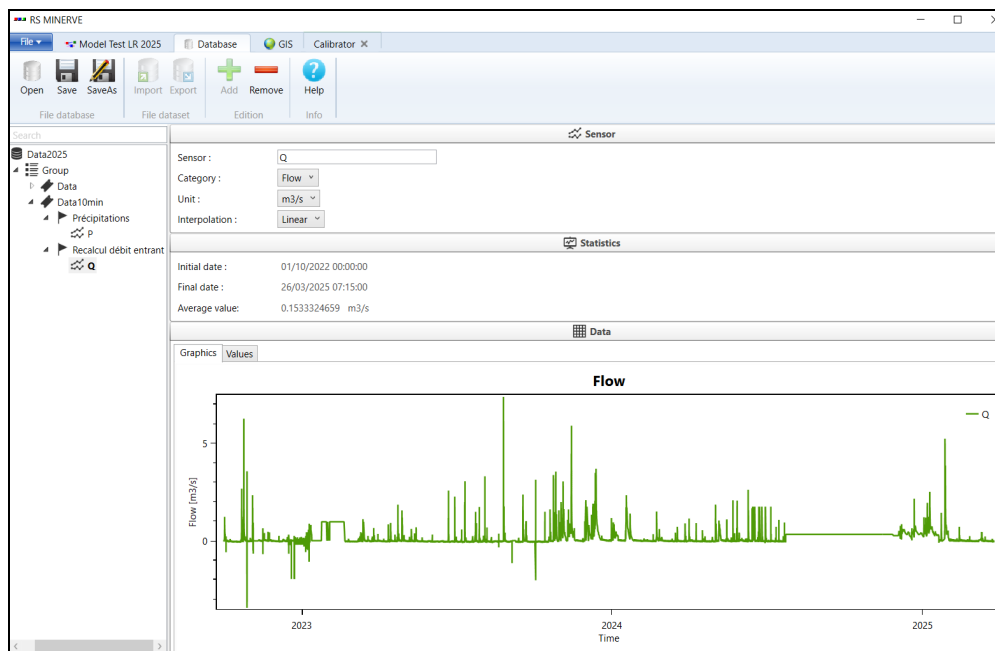

Figure 6: Visualisation des données dans la base de données de RS Minerve.
- Le bouton *Open*, vous permet d'importer les données depuis le fichier de base de données Data.dbx fourni dans le cadre de ce cours. Ce fichier contient les données pluviométriques et les données mesurées sur le bassin versant. Vous pouvez visualiser ces données en sélectionnant les différentes séries (Figure 6).